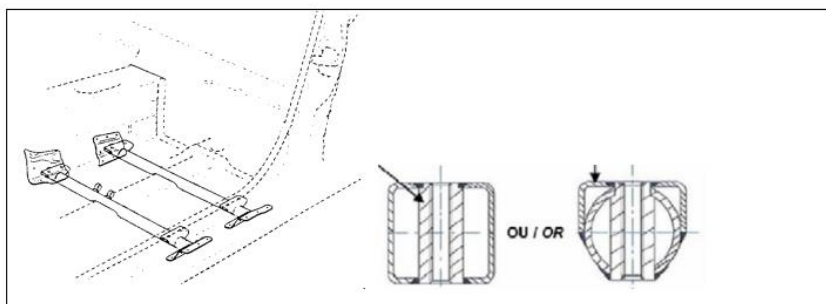

Рис. 5.4. Крепление сидений.
- На всех автомобилях допускается установка спортивных сидений с пятью (5) отверстиями для ремней безопасности. Рекомендуется, чтобы они удовлетворяли стандартам FIA 8855/1999 либо 8862-2009 (настоятельно рекомендуется). Использование сиденья должно удовлетворять требованиям Статьи 253-16 Приложения J к МСК FIA.
- Сиденья с кронштейнами должны быть установлены только на поперечных трубах в соответствии с требованиями Статьи 253-16.1-3 Приложения J, либо в соответствии с Рис. 5.4.